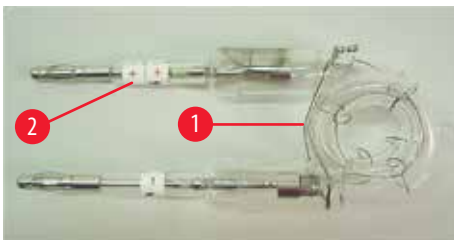
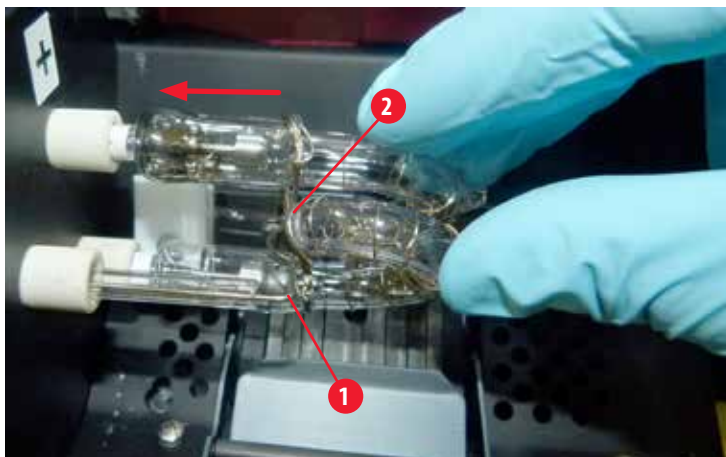

图 18
图 20
2. 将新的闪光灯泡(→"图 18")插入插座(→"图 17-3"); 然后小心地尽可能将其向里推(→"图 20")(不再能看到极性标记(+))。如有必要,轻轻地上下移动闪光灯泡。